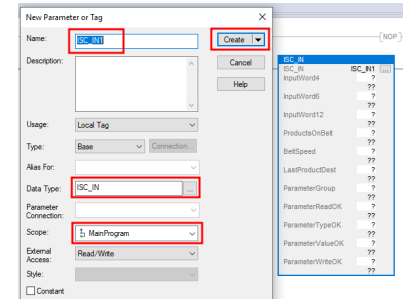

Figure 36: New Data Type
22. 为AOI创建一个数据类型以存储数据。在“AOI_ISC_CAM_v2_INPUTS”字段中双击并输入一个独特的数据类型名称，然后右键点击该名称，并选择“新建 TRANSLATION ERRORxyz”数据类型”应为AOI_ISC_CAM_v2_INPUTS，以匹配 AOI。确保程序的范围正确后点击 TRANSLATION ERROR 创建图 36。
27. 为AOI创建一个数据类型来存储数据。在“AOI_ISC_CAM_v2_OUTPUTS”字段中双击，并输入一个独有的数据类型名称，然后右键点击名称，并选择“新 xyz”，其中的“数据类型”应为 AOI_ISC_CAM_v2_OUTPUTS，以匹配 AOI。确保程序的范围是正确的，然后点击创建，如图 36。